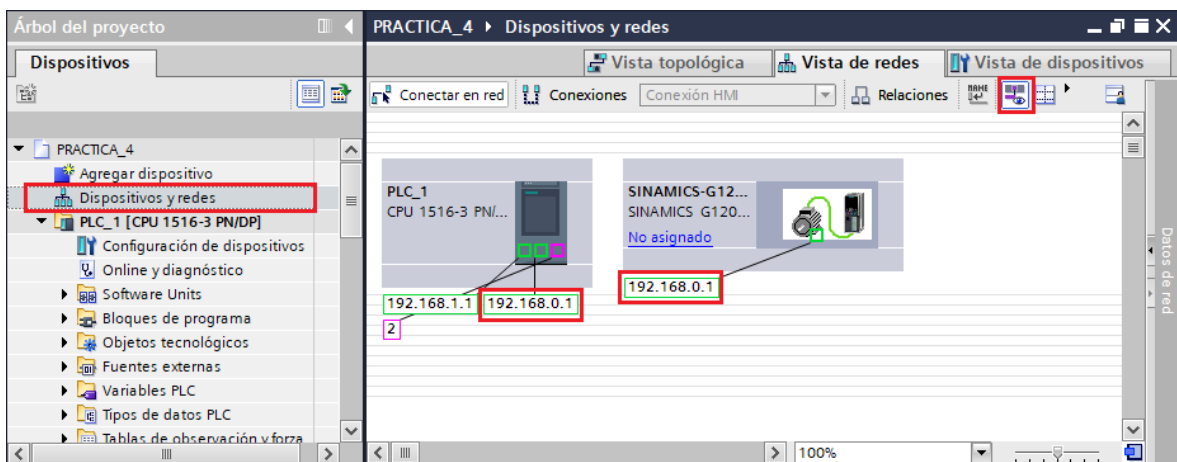

Figura 27. Configuración de las direcciones IP de los equipos.
- (6) Una vez agregado el variador de frecuencia, configurar la dirección IP de cada dispositivo.
- Para asignar la dirección IP a cada dispositivo hacer clic sobre “Mostrar direcciones” (ver Figura 27).